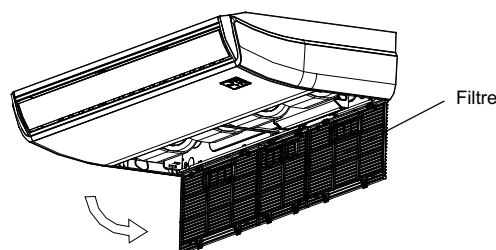

Fig.6-2
- Retirer le filtre à air (voir Fig. 6-2)